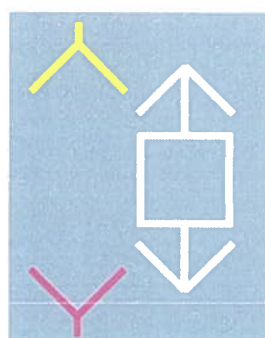

Fig. 7.44
- Stare „legat la pământ” pe unul din poli și stare „necunoscută” pe celălalt pol (fig. 7.44).